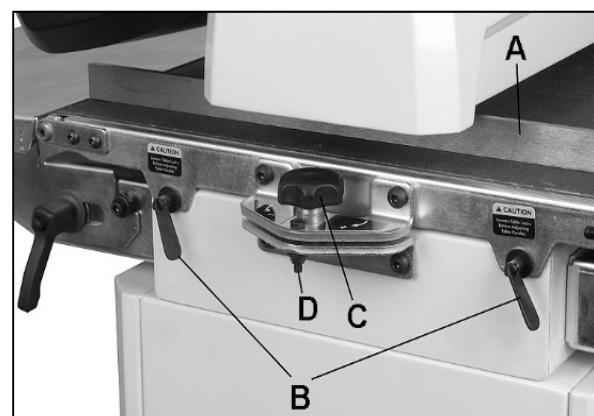

Abb. 8-4: Parallel Ausrichten der Trommel
3. Die Lehre auf der Außenseite der Trommel (A, Abb. 8-4) zwischen Trommel und Vorschubtisch einführen.
3. Ist eine Stufe an der Überlappungsstelle sichtbar, den Vorschubtisch durch Drehen des Einstellknopfs (C, Abb. 8-4) weiter absenken.
Hinweis: Beim Schleifen von schmalen Schleifgut in einem Durchgang, den Vorschubtisch wieder in die parallele Position bringen. Den Einstellknopf in die entgegengesetzte Richtung drehen, bis die Sicherungsmutter (D, Abb. 8-4) berührt wird. Die Sicherungsmutter dient als Festanschlag zur schnellen Rückkehr auf parallel.